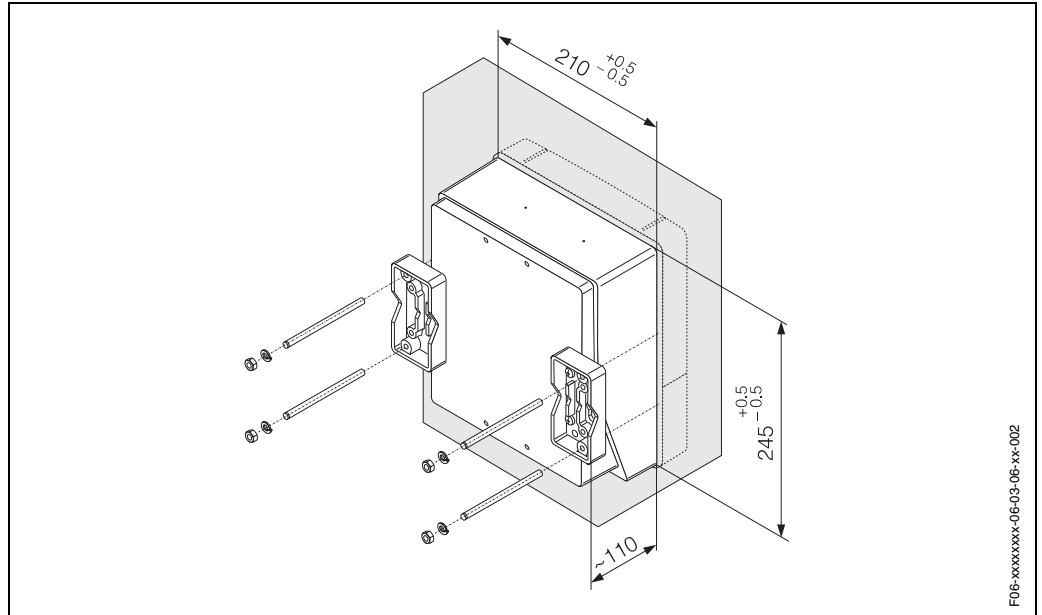

Fig. 25: Montaje en panel (caja de montaje mural)
1. Prepare la abertura de instalación en el panel (Fig. 25).